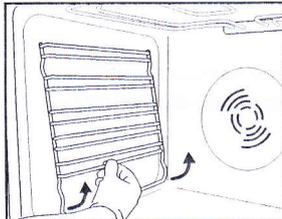

Abb.3
1. Entfernen Sie die seitlichen Einhängegitter (Abb. 3).
2. Entfernen Sie die seitlichen Einhängegitter, falls vorhanden (Abb. 3).